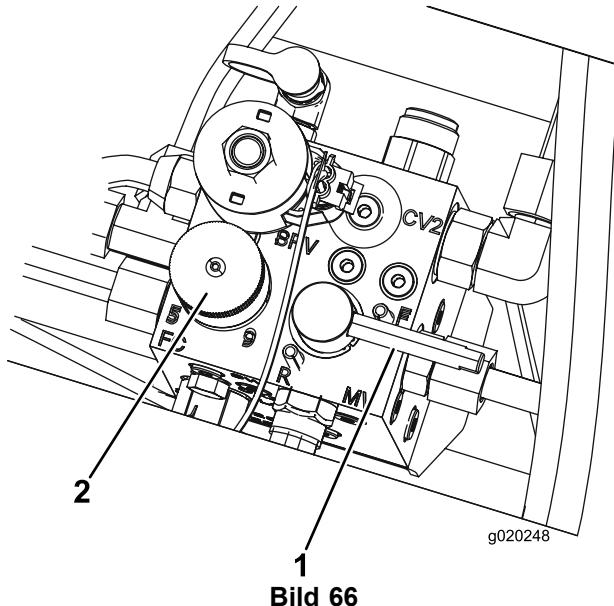

Bild 66
5. Stellen Sie das Bedienelement für die Spindeldrehzahl auf die Stellung 1 (Bild 66).
| 6. Drehen Sie den Läpphebel auf die R-Stellung (Bild 66). | |